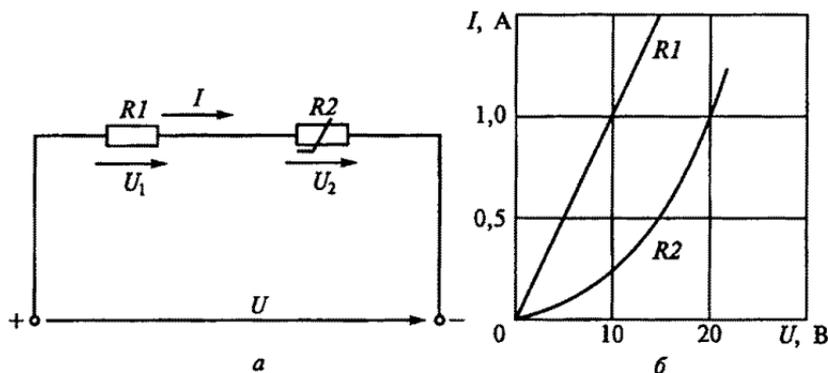

Рис. 39
1.53. Линейный R_1 и нелинейный R_2 резисторы включены последовательно, как показано на рис. 39, а. Их вольт-амперные характеристики показаны на рис. 39, б. Определить напряжения U_1 , U_2 и U при токе $I = 1$ А.